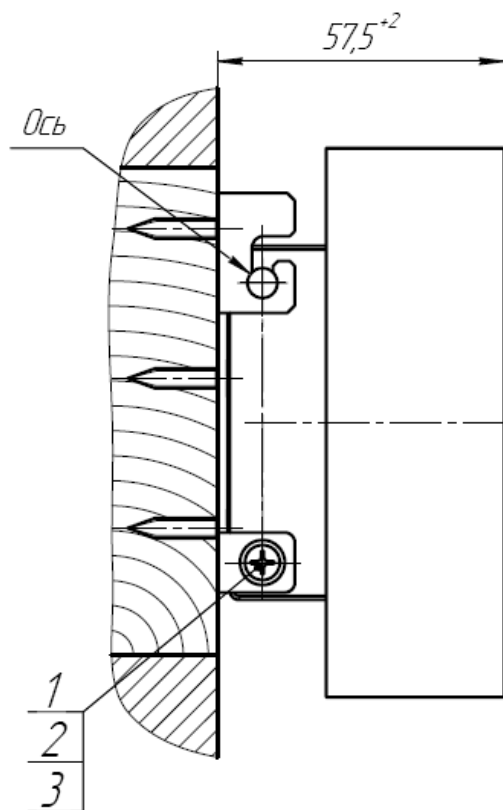

Рис.4 Панель с держателем. Вид сбоку
4.4.2.4 Для установки панели необходимо ее вставить осями в верхние пазы держателей, установить в штатное положение и закрепить винтами М4-6gx10 ГОСТ17473-80 (2шт.) –поз.1, через шайбы 4.099 ГОСТ 6402-70 (2шт.) – поз.2 и шайбы 4.02.029 ГОСТ 11371-78 (2шт.) –поз.3 (см. рис.4), входящими в комплект поставки.